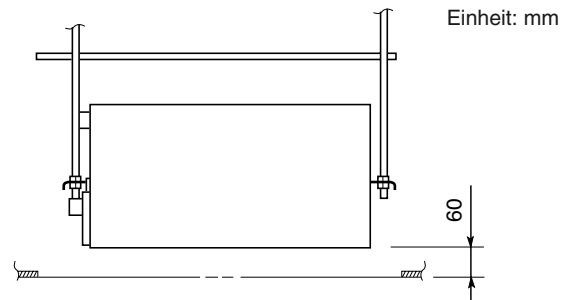

Abb. 3-23
- (3) Der Abstand zwischen der Einheit und der Deckenöffnung sowie der Abstand zwischen der Unterfläche der Decke und der Unterfläche des Flansches an der Einheit sollte den in Abb. 3-23 angegebenen Maßen entsprechen. Zur Prüfung die mitgelieferte Installationslehre verwenden.